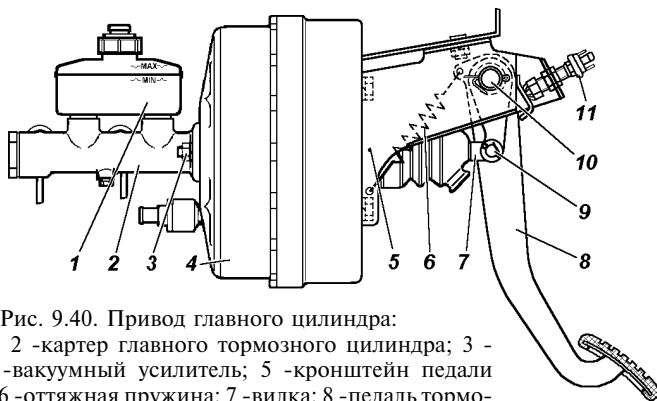

Рис. 9.40. Привод главного цилиндра:
**Свободный ход педали тормоза** при необходимости регулируйте установкой упора выключателя сигнала торможения 11 (рис. 9.40) в положение, обеспечивающее свободный ход педали 5-14 мм.